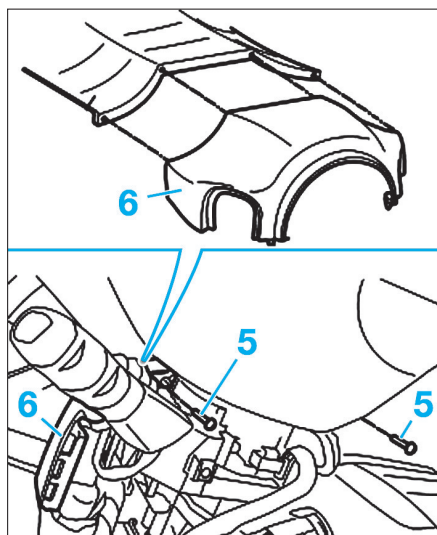

Fig. 3
- les vis de fixation (5) (Fig.3),
- la coquille supérieure (6),